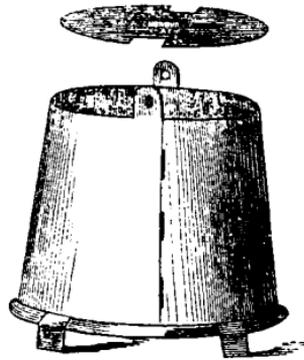

Рис. 127.
*Ушатъ* (рис. 127). Высота его  $4\frac{1}{2}$  сантиметра (1 вершокъ) окружность вверху 13 сантиметровъ (около 3 вершковъ). Пластинку для стѣнки вырѣзаютъ такой формы, какъ для усѣченного конуса (смотри картонажный отдѣлъ). На одной сторонѣ пластинки оставляютъ два выступа для ушковъ, а на другой—4 зубца для скрѣпленія съ дномъ и еще три полоски, длиною въ 1 сантиметръ ( $\frac{3}{8}$  дюйма), на равныхъ разстояніяхъ одна отъ другой, для ножекъ. Края стѣнки и дно скрѣпляются совершенно такъ же, какъ у кастрюльки и дуршлага. Въ днѣ, кромѣ четырехъ прорѣзовъ для скрѣпленія со стѣнкой, дѣлаютъ еще три прорѣза, черезъ которые продѣваются ножи. Для